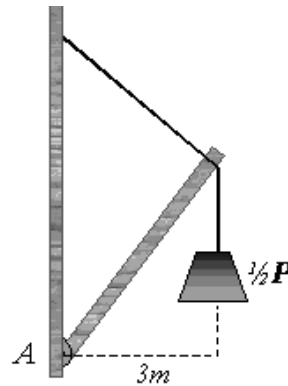

Figura 6.15 Problema 6.11
- 6.11 El tablón uniforme de la figura 6.15, de $5 m$ de largo y peso P está articulado en A e inclinado α grados con la horizontal. En el extremo opuesto está sostenido por una cuerda que forma un ángulo de 90° con el